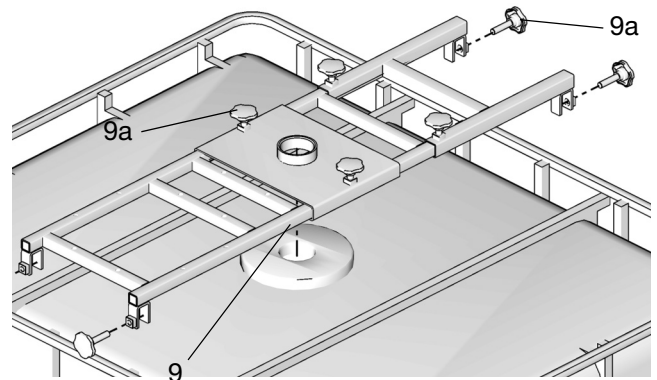

FIG. 8
1. Installer le support supérieur du caisson IBC (9) sur le réservoir du caisson IBC (FIG. 8).
2. Faire glisser le support supérieur (9) vers le centre du réservoir du caisson IBC en alignant l'orifice au centre du support avec l'orifice en haut du réservoir. Fixer le support (9) en place en serrant fermement les 6 boutons (9a) (FIG. 8 et 9).